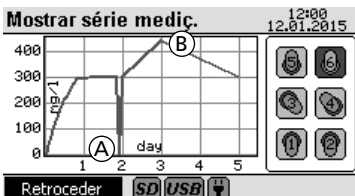

Figura 11
Underrange (A) será representado por um zero e **Overrange (B)** com o valor de medição máximo que for possível apresentar. Se uma medição for incorreta, o valor de medição dessa localização será ignorado, ver Figura 11.